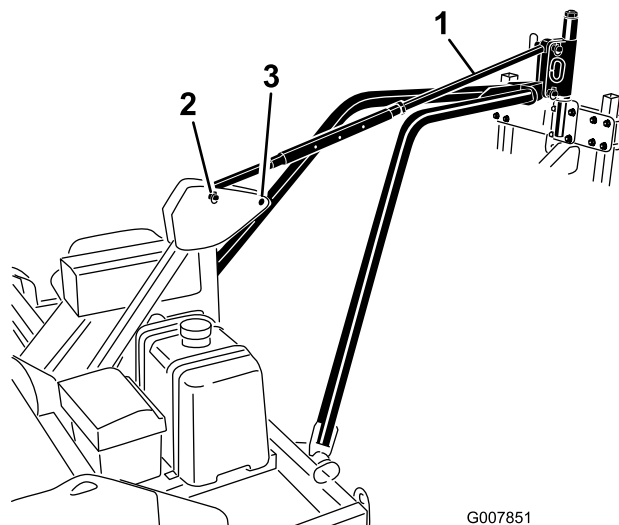

図 14
5. 牽引アーム・ヒッチ・プレートの穴を、エアレータのヒッチ・ピボットの下側の穴に合わせる (図 14)。ヒッチ・ピンとリンチ・ピンを使って、牽引アームのヒッチ・プレートを、エアレータのヒッチ・ピボットに固定する。
7. ヒッチ・ピンとリンチ・ピンを使って、ピッチ・コントロール・リンクを、エアレータのヒッチ・ピボットの上穴とフレーム・ヒッチ・ピボットに固定する (図 14)。